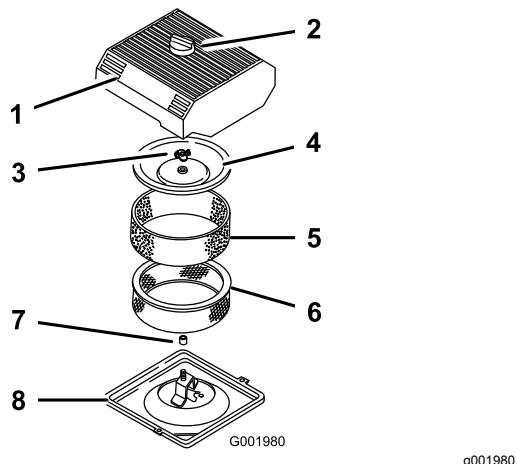

図 37
3. エアクリーナを外したときエンジン内部に異物が入らないよう、周辺をきれいに拭く図 37。
4. エアクリーナのカバーのノブをゆるめてカバーを外す図 37。
5. ペーパーエレメントからスポンジエレメントを注意深く取り外す図 37。
6. カバーナットを外し、カバーとペーパーエレメントを外す図 37。
1. ペーパーエレメントにスポンジエレメントを注意深く取り付ける図 37。
3. カバーナットを取り付けて指締めする図 37。
4. エアクリーナーのカバーとノブを元通りに取り付ける図 37。